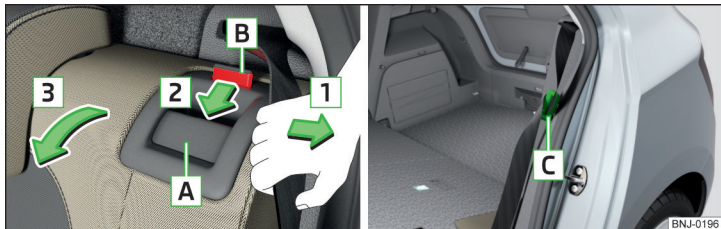

Fig. 59 Rabatarea înainte a spătarului / reglarea disponibilității centurii de siguranță
- Trageți centura de siguranță exterioară înspre capitonajul lateral, în sensul săgeții 1 » fig. 59.
Elementul de fixare ale centurilor de siguranță exterioare C » fig. 59 poate fi introdus în capitonajul lateral.